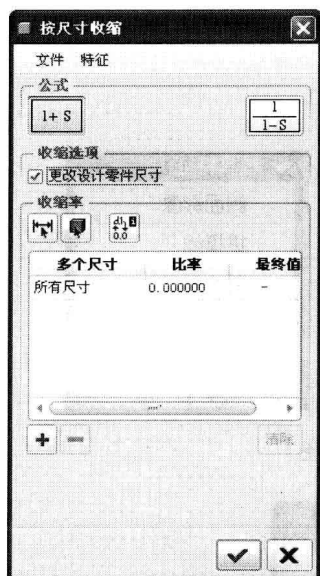

图 1-19 “按尺寸收缩”菜单
(1) 在“收缩”菜单选择“按尺寸”，打开如图 1-19 所示的“按尺寸收缩”菜单。
(2) 设置收缩率有两种方法： $1+S$ 和 $1/(1-S)$ 。 S 为正值时表示放大，为负值时表示缩小。
(3) 在使用按尺寸方式对参照模型设置收缩率时，收缩率也会应用到设计模型上，从而使设计模型尺寸受到影响，所以采用按尺寸方式收缩，可在图 1-19 对话框中取消“更改设计零件尺寸”选项，使设计模型恢复到没有收缩的状态。